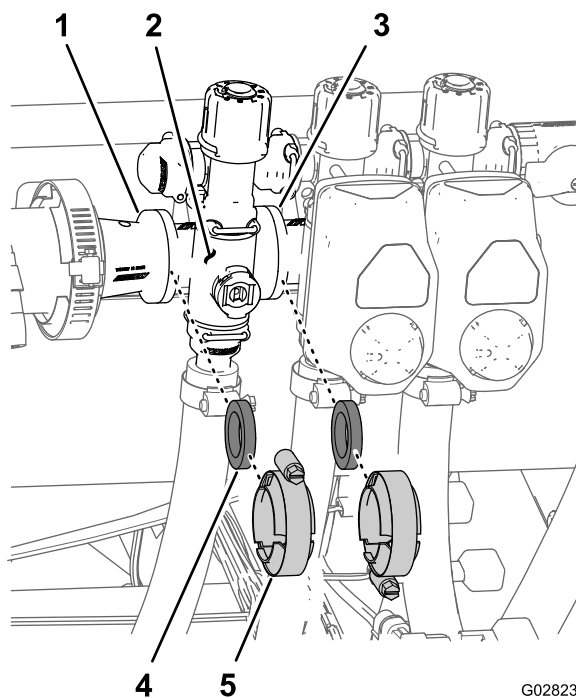

Figura 136
1. Rimuovete i morsetti e le guarnizioni che fissano il collettore della valvola di sezione (Figura 136) alla valvola di sezione adiacente (se a sinistra, valvola di sezione e giunto del riduttore).